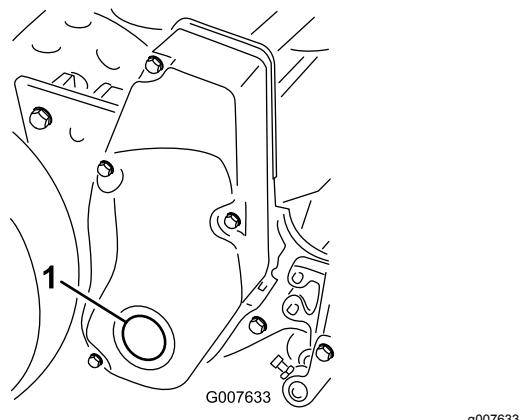

Figura 63
- Retire a vela na cobertura da transmissão do cilindro direito (Figura 63).